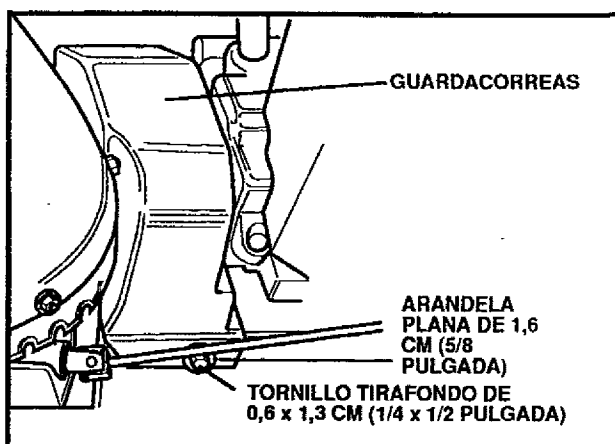

FIG. 4
- Retire el guardacorreas (Vea la FIG. 4).
- Remueva el guardacorreas quitando el perno y la arandela plana ubicados tanto a la derecha como a la izquierda (Vea la FIG. 4).